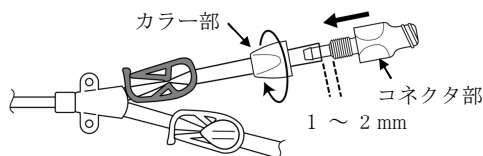

図 3
- (12) スライドクランプを取り外す。
- (13) 交換用コネクタを、コネクタ部とカラー部に分ける。
- (14) カラー部のテーパ側からエクステンションチューブのカテーテル分岐部に向けて通す。
- (15) コネクタ部の細いステム部を、エクステンションチューブの切断部に差し込む。その際、最後まで差し込まず、1 ~ 2 mm ほど手前に余裕を持たせる。
- (16) カラー部を回しながら、止まるまでしっかりとコネクタ部に取り付ける（図 3）。